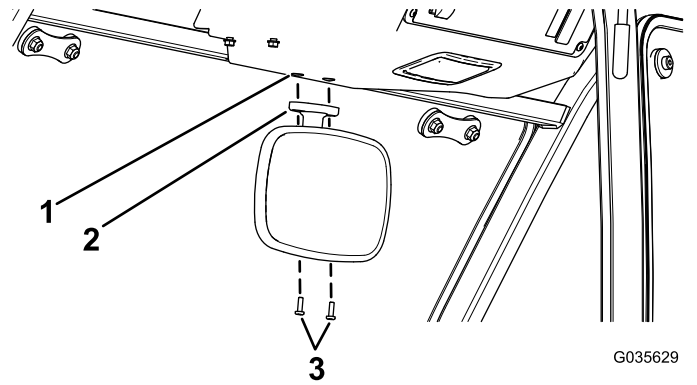
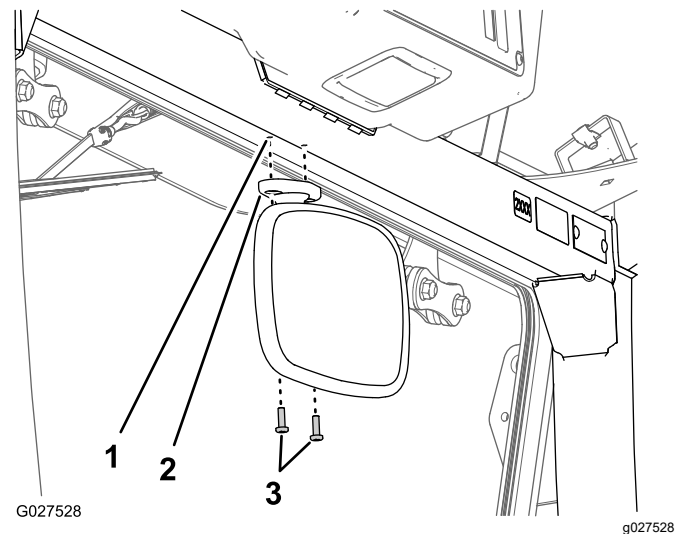

Figura 3
Figura 4
2. Alinhe os furos na montagem do espelho com os furos na estrutura superior da cabina (Figura 3 ou Figura 4).
3. Monte o espelho na estrutura da cabina com os dois parafusos de cabeça Phillips (n.º 10 x 5/8 pol.) como se mostra na Figura 3 ou na Figura 4).